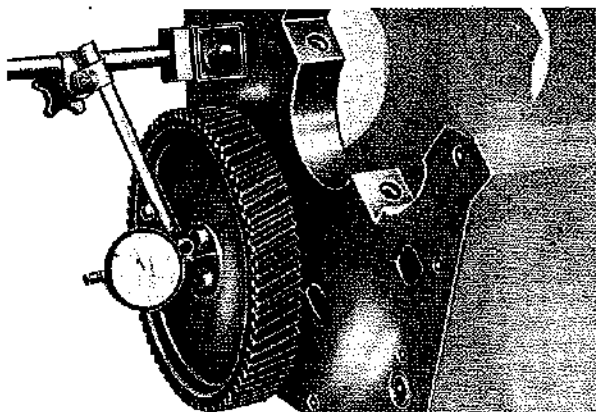

Fig. 22
- Serrare le viti a 7 kgm. Con comparatore a base magnetica controllare che il gioco assiale sia $0,06 \pm 0,26$ mm. (Fig. 22). Se superiore sostituire flangia di tenuta (Vedi parte Controlli e Riparazioni pag. 10).